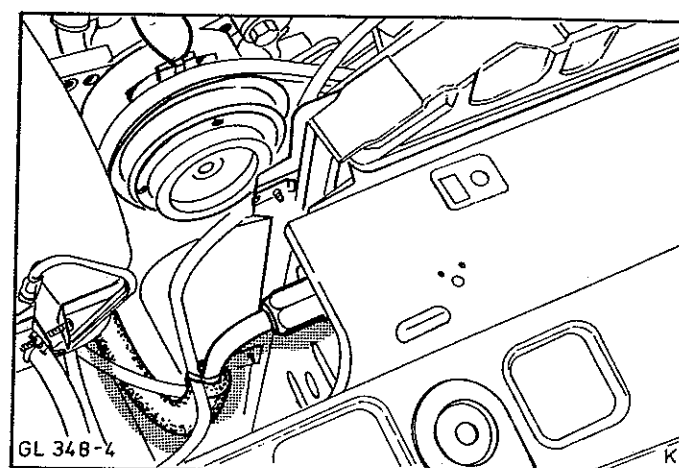

Abb.51 Druckschlauch vom Kondensator abbauen
9. Druckschlauch vom Kondensator und Kondensator, Abb.51, von den Kühlerhalteblechen abbauen (4 Schrauben) und nach innen zum Motor herausnehmen.